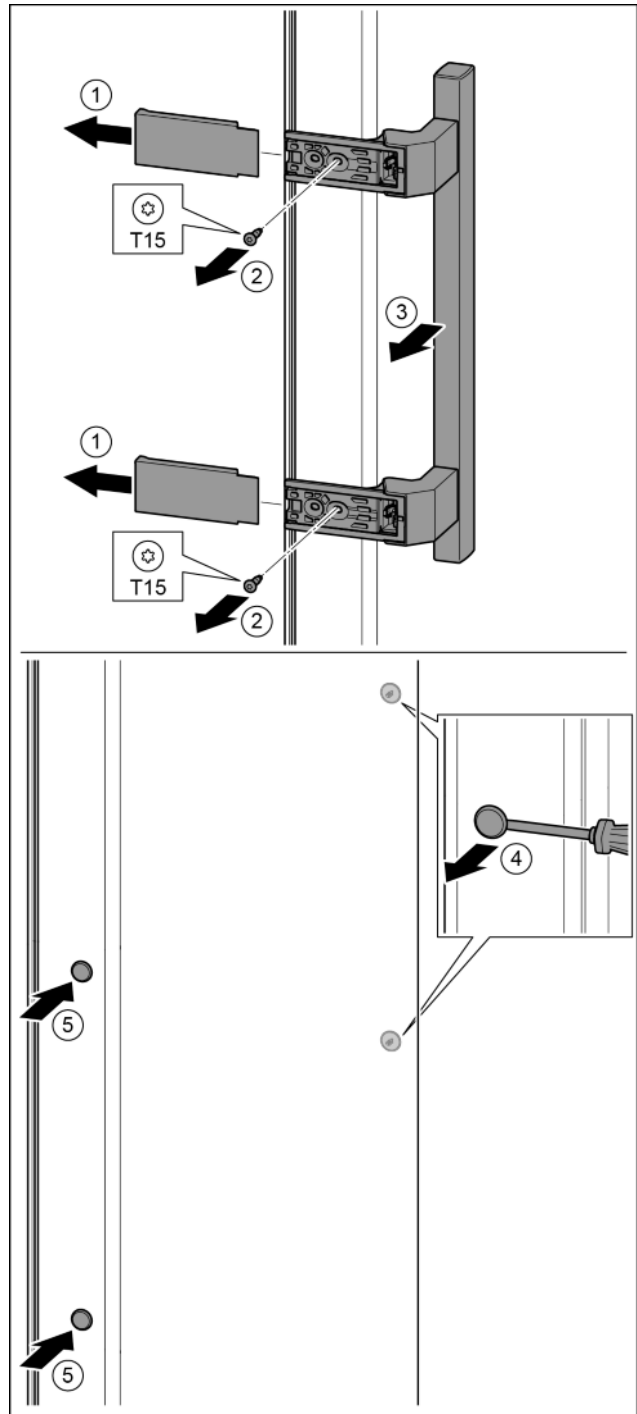

Fig. 20
- ▶ Noņemiet pārsegu. Fig. 20 (1)
- ▶ Ar skrūvgriezi T15 izskrūvējiet skrūves. Fig. 20 (2)
- ▶ Noņemiet rokturi. Fig. 20 (3)
- ▶ Uzmanīgi ar plakano skrūvgriezi paceliet un izvelciet ārā sānu aizbāzni. Fig. 20 (4)
- ▶ Ievietojiet atpakaļ aizbāzni otrajā pusē. Fig. 20 (5)